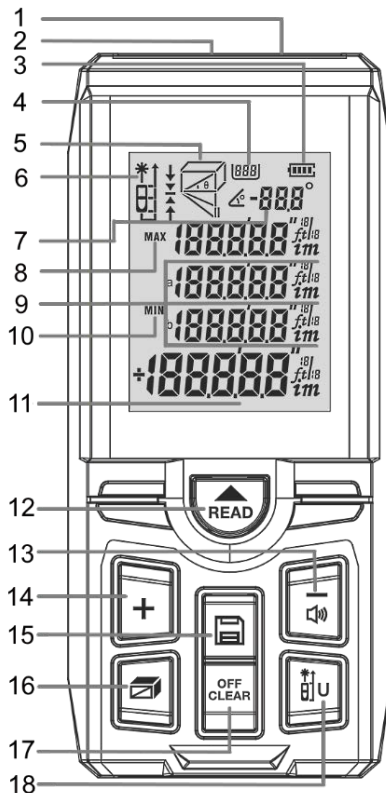

Рисунок 1
Натисніть кнопку  , щоб активувати лазер. Направте лазерний промінь на поверхню, відстань до якої необхідно дізнатися. Як тільки лазер зпроекується на цю поверхню, повторно натисніть кнопку  для одноразового виміру відстані. Отриманий результат відображається в полі дисплея поточного заміру (11, рисунок 1).
У режимі вимірювання натисніть та утримуйте кнопку  , щоб перейти до режиму безперервного вимірювання відстані. Максимальний результат вимірювання відображається в полі дисплея для відображення замірів (9, рисунок 1) з позначкою «MAX» (8, рисунок 1), мінімальний – в полі дисплея з позначкою «MIN» (10, рисунок 1), поточний результат – в полі дисплея поточного заміру (11, рисунок 1).
Прилад розраховує та відображає результат у відповідному полі дисплея (11, рисунок 1). Останній результат вимірювання довжини/ширини відображається в полі дисплея для відображення замірів (9, рисунок 1). Щоб видалити результати та, за потреби, виконати повторні вимірювання, натисніть кнопку . Щоб вийти з цього режиму, повторно натисніть кнопку .
Прилад розраховує та відображає результат у відповідному полі дисплея (11, рисунок 1). Останній результат вимірювання ширини/висоти відображається в полі дисплея для відображення замірів (9, рисунок 1).
Прилад надає можливість додавати або віднімати значення вимірювань, натискаючи кнопку  або . Натисніть кнопку , в полі дисплея (11, рисунок 1) з'явиться значок «+», що свідчить про перехід у режим додавання. Результат додавання та останній замір відображаються на дисплеї. Те саме аналогічно і для режиму віднімання, тільки необхідно натиснути кнопку . Функції додавання та віднімання можна використовувати не тільки для вимірювання довжини, а і для розрахунку площі або об'єму.
Приклад складання площі: Зробіть заміри відстаней та знайдіть значення першої площі (дивіться пункт 4.3). Результат буде відображено у полі дисплея (11, рисунок 1). Натисніть кнопку , у полі дисплея (11) з'явиться символ «+». Розрахуйте значення другої площі. Щоб отримати сумарне значення двох площ, натисніть кнопку . Такий самий принцип і для розрахунку сумарного значення об'єму.